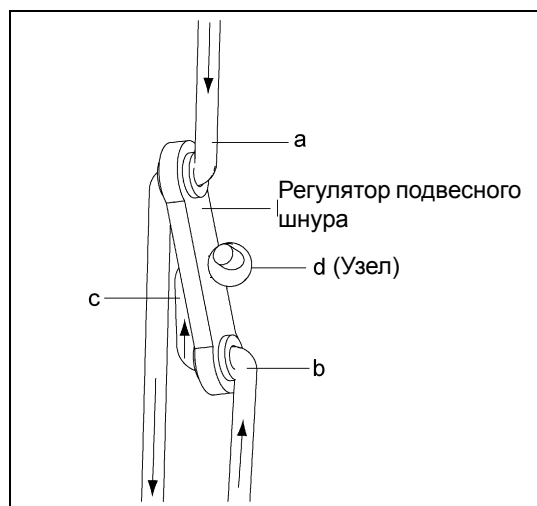

Рисунок 6D
- а. Вставьте подвесной шнур через верхнюю часть внешнего отверстия в регулятор подвесного шнура (а). Направьте шнур через верхнее отверстие монтажного кронштейна регулятора, а затем назад через нижнее отверстие в регуляторе шнура (b). Выведите шнур через среднее отверстие регулятора шнура (c) и завяжите его узлом (d). (См. Рисунок 6D.)